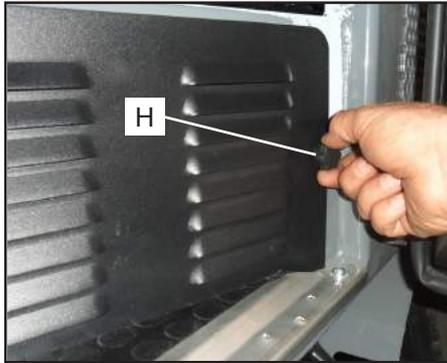
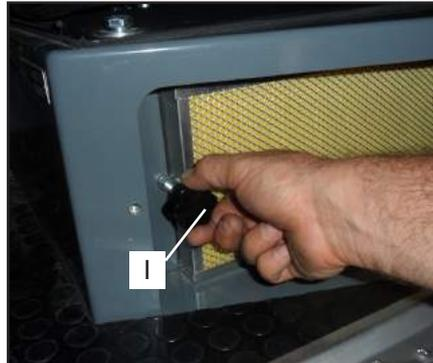
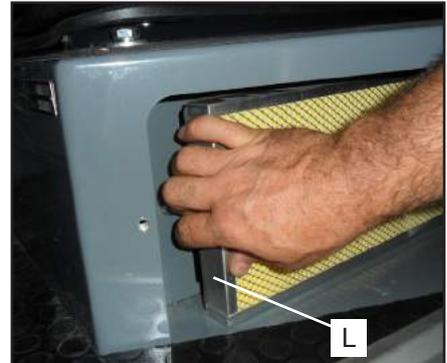

fig.4
fig.5
fig.6
Ne pas oublier que, pour un bon fonctionnement, il est impératif de garder toujours propre le filtre (L) situé sous le siège du conducteur, côté porte (fig.4). On accède au filtre en retirant les 2 vis avec manette (H fig.4) ; une fois que le couvercle de fermeture a été retiré, dévisser et retirer la manette de retenue (I fig.5), tirer légèrement le filtre (L fig.6) pour le faire sortir et le retirer de son logement (M fig.6).